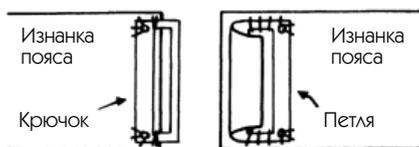

Рис. 285
На рис. 285 изображен крупный крючок, который прекрасно подходит для поясов юбок или брюк.
НА КРАЯХ, СОЕДИНЕННЫХ ВСТЫК (РИС. 285 И 286)
1. Вначале пришейте металлическую петлю с изнанки с левой стороны пояса (изображенной слева на рис. 285 и 286 А), позволив ей чуть выступать за край, чтобы можно было продеть в нее крючок.
— Теперь пришейте крючок, удерживая его в правильном месте. Если у вашего пояса имеется прокладка, то при прикреплении крючка не всегда нужно захватывать иглой лицевую сторону, но необходимо также пришивать его почти у самого края (см. рис. 285 и 286 А).
Крючок тот же, что изображен на рис. 285. В данном случае снова потребуются крючок почти такой же ширины, как пояс, но его петля должна быть насколько возможно узкой.